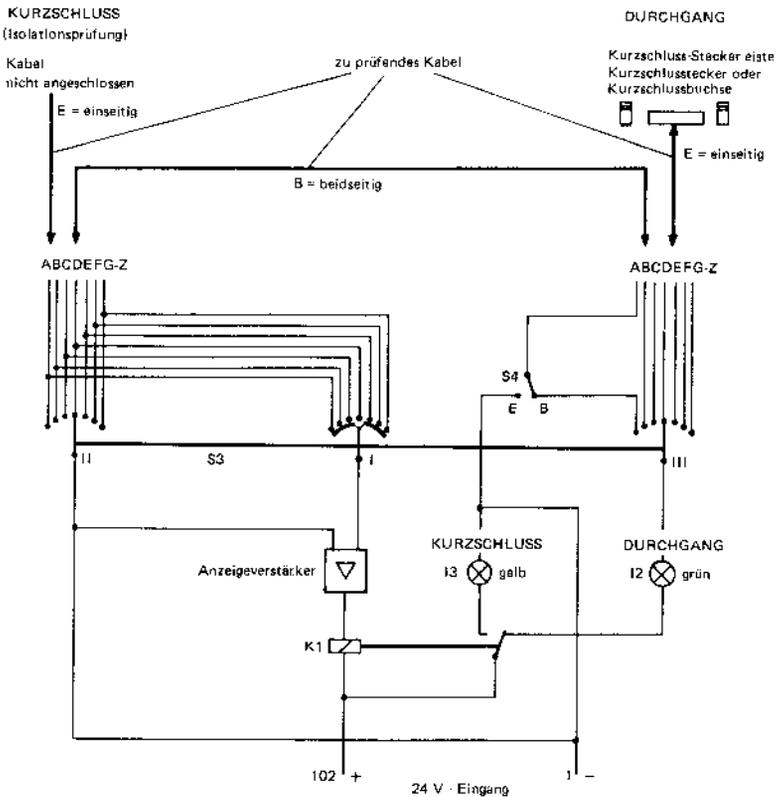

Bild 7 Wirschatplan für die Kabelprüfung
1.3.3.8 Kabelprüfung (siehe Bild 7)